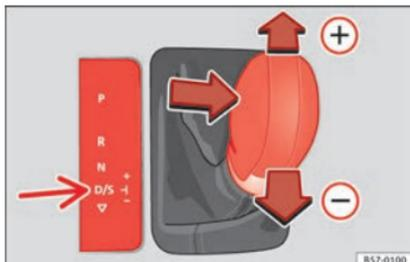

Fig. 192 Console centrale: cambio del rapporto di marcia con tiptronic.
- Tirare la leva selettoria in avanti (+) per inserire una marcia superiore »» fig. 192.